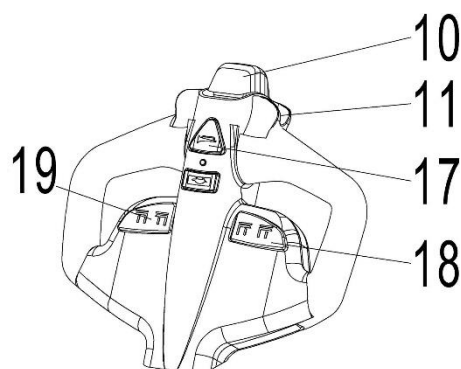
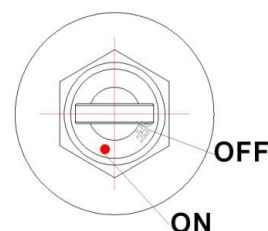
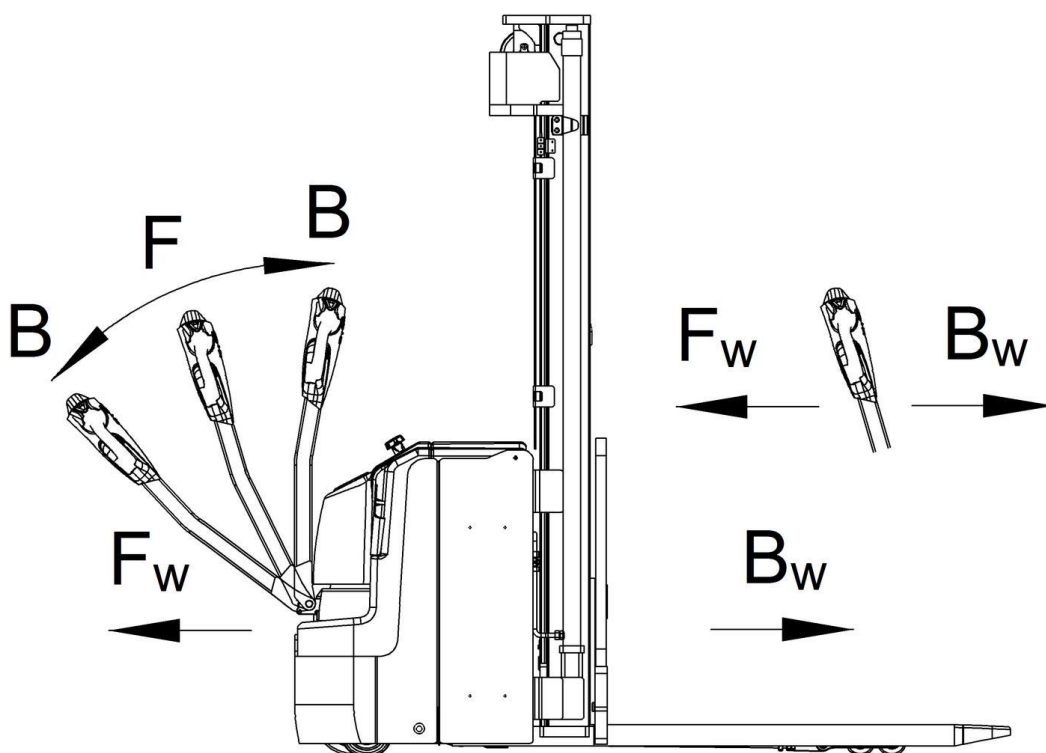

Рис. 7: Рукоятка управления
Рис. 8: Замковый выключатель
Рис. 12: Направления движения
Нажмите кнопку подачи звукового сигнала (рис. 7, поз. 17), чтобы включить звуковой предупреждающий сигнал.
Подведите штабелер с опущенными вилами под поддон полностью. Нажмите и удерживайте кнопку подъема (рис. 7, поз. 19) пока не достигните желаемой высоты подъема.
При нажатии кнопки подъема вил (рис. 7, поз. 19), грузовые и опорные вилы поднимаются вместе, максимальная высота подъема составляет 120 мм, максимальная грузоподъемность - 2000 кг.
Когда вилы подняты на высоту 120 мм, нажмите кнопку подъема грузовых вилок (рис. 7, поз. 18), для штабелирования паллеты, максимальная высота подъема - 1600 мм (оборудование используется как тележка для поддонов и штабелер одновременно).
Если вилы штабелера находятся в стеллажном пространстве, необходимо осторожно отъехать от стеллажа с или без паллета. Во время движения необходимо удостовериться, что вилы не задевают стеллаж. Нажать и удерживать кнопку снижения (рис. 7, поз. 18). Опускать груз, пока вилы не освободятся от паллета, затем аккуратно отъехать от груза.
После того, как ключ повернут в положение «ON» (ВКЛ) (Рис.8) и аварийная кнопка вытянута, переведите ручку управления в рабочее положение («F», рис.12).
Отклоните маховики управления в нужном направлении «вперед» («Fw», рис. 12) или «назад» («Bw», рис. 12).
Контролируйте скорость передвижения при помощи маховиков (рис. 7, поз. 11) для достижения требуемой скорости.
- Переключение маховиков управления (рис. 7, поз. 11) обратно в начальное положение или освобождение маховиков активирует систему торможения. Штабелер тормозит до полной остановки.
- При переключении маховиков управления (рис. 7, поз. 11) из положения «движение в одном направлении» в положение «движение в противоположном направлении», штабелер постепенно тормозит, пока не начнет движение в противоположном направлении.
- Штабелер тормозит, если ручку управления перевести в верхнее или нижнее положение к точкам торможения («В», рис.12). При отпускании рукоятки управления автоматически возвращается в верхнее положение к точке торможения («В», рис.12). Штабелер будет тормозить, пока не остановится.
- Кнопка противоотката (безопасности) (рис. 7, поз. 10) защищает оператора от получения повреждений и травм. Если эта кнопка включена, штабелер тормозит и начинает движение в противоположном направлении («Вw», рис.12) на небольшое расстояние и останавливается. Необходимо помнить, что эта кнопка действует, даже если штабелер не едет, но ручка управления находится в рабочем положении.